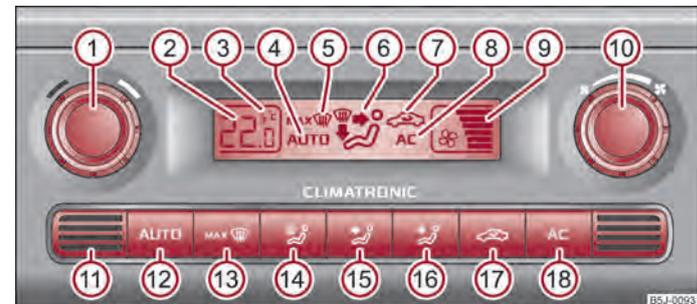

Fig. 76 Climatronic: Elementos de mando
- Pulse la tecla  ⇒ fig. 76.
Pulse y mantenga pulsadas las teclas  y  ⇒ fig. 76. En el display aparecerán los datos en la unidad de medida deseada de la temperatura.
- Pulse la tecla **MAX** ⇒ fig. 76.
- Girar el regulador giratorio ⑩ ⇒ fig. 76 hacia la izquierda (disminuir el número de revoluciones del ventilador) o hacia la derecha (aumentar el número de revoluciones del ventilador).
- Pulse la tecla  (17) ⇒ fig. 76, en la pantalla se visualizará .